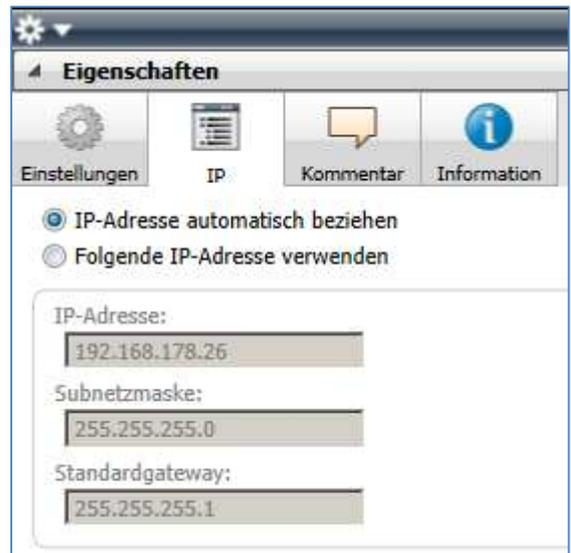

Abbildung 9: Einstellung der IP-Adresdaten des Geräts unter dem Reiter „IP“ im Sidebar der ETS.
3. Wählen Sie den Reiter „IP“ entsprechend Abbildung 9. Wählen Sie nun entweder